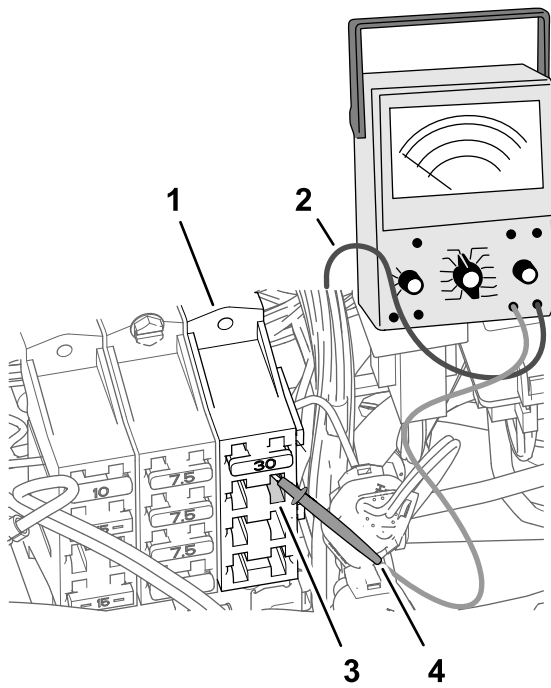

図 190
2. 車両のヒューズブロック3で、ヒューズソケット2のコンタクト4 右列に 図 190 のようにマルチメータの検針を差し込む。